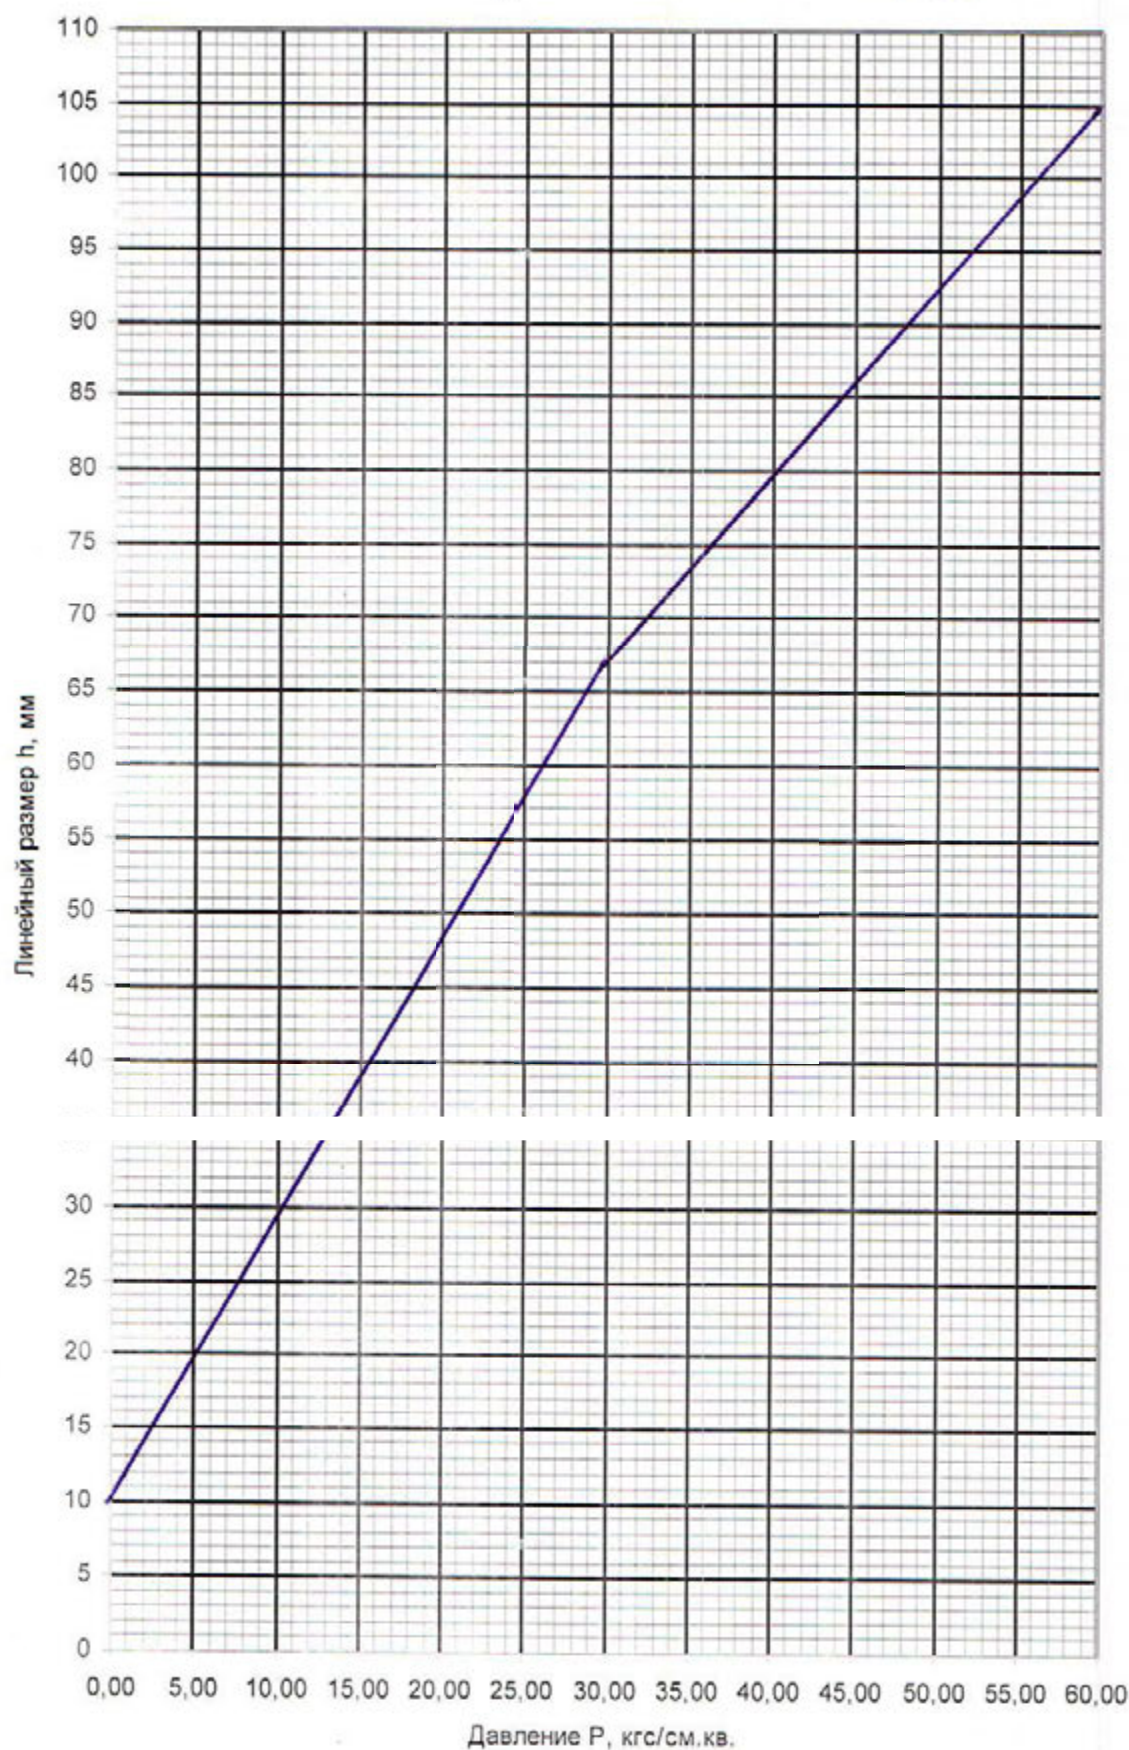

Рис. 2
Характеристика составной пружины приведена на рис. 2. Данная характеристика устанавливает связь между сжатием (линейными размерами) составной пружины (h) и давлением в камере под штоком (P). Тарировка составной пружины – определение $P - f(h)$ – производится непосредственно на вискозиметре. При измерении вязкости на низких температурах и испытываемых образцов из